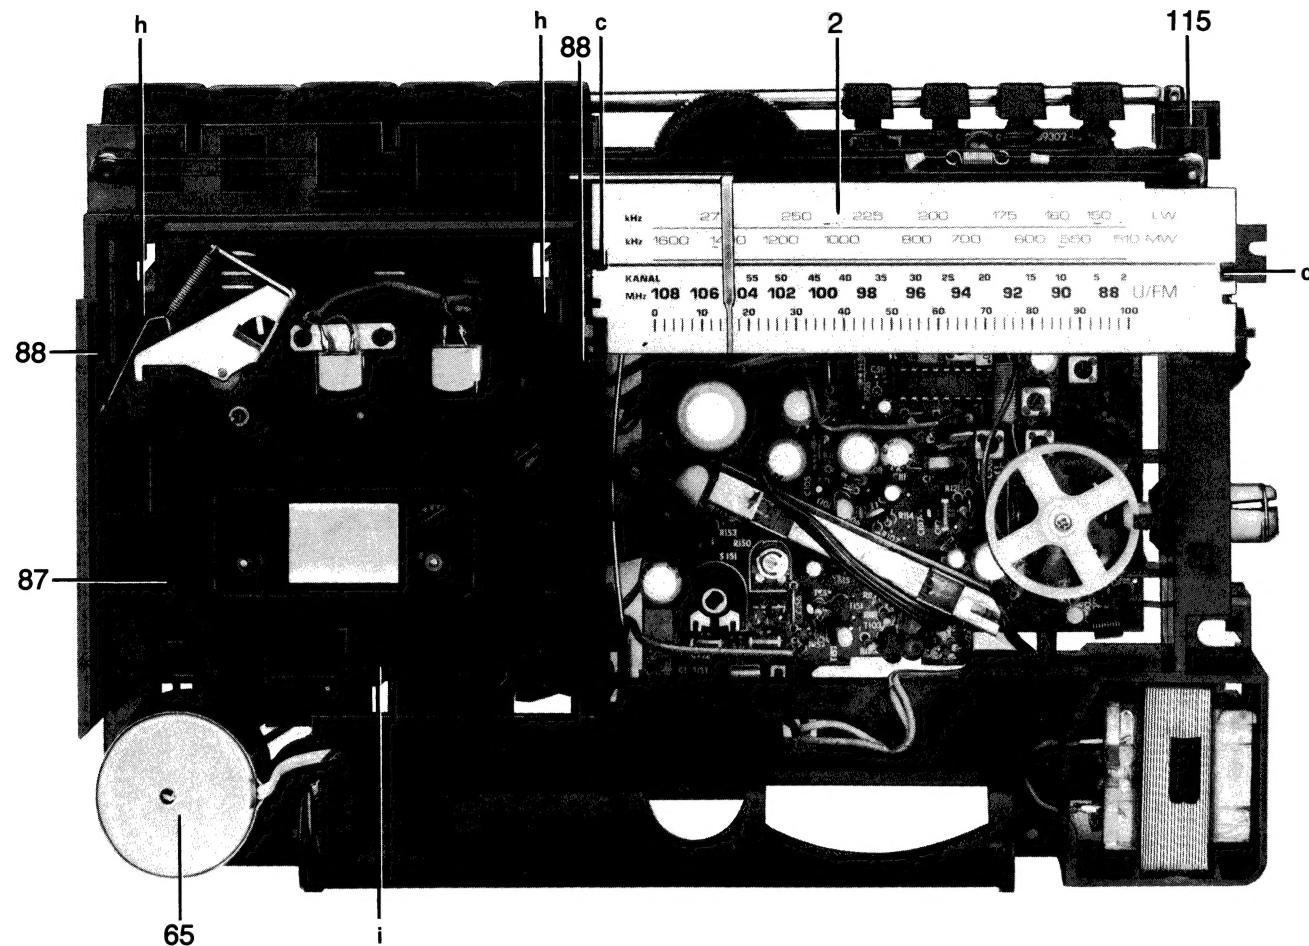

Bild 2
2.4 Skala (Bild 2)
8. Schlitten ausbauen (Bild 2)